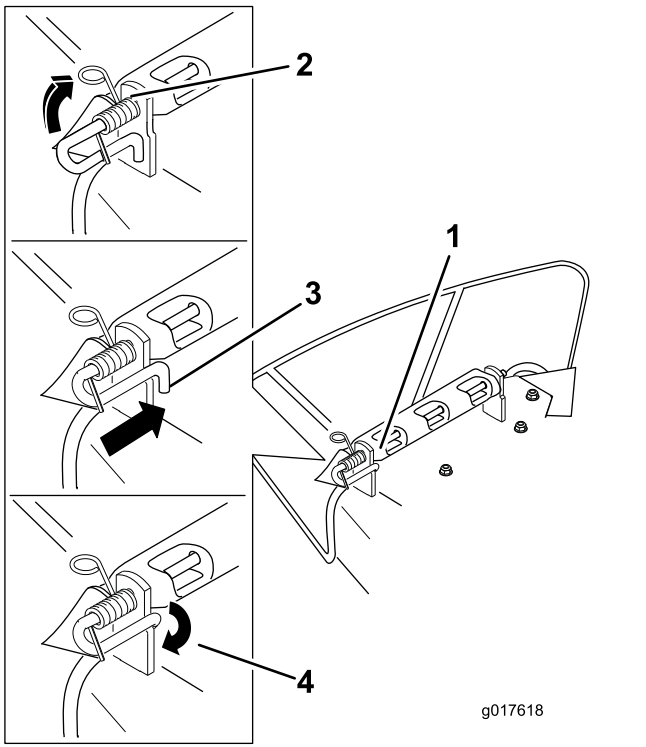

Figura 76
3. Coloque el nuevo deflector de descarga con los extremos de los soportes entre los soportes soldados de la carcasa, según se muestra en Figura 76.
6. Levante el extremo del muelle que tiene bucle y colóquelo en la muesca del soporte del deflector (Figura 76).
7. Fije el conjunto de varilla y muelle torciéndolo de manera que el extremo corto de la varilla pueda colocarse detrás del soporte delantero que está soldado a la carcasa (Figura 76).